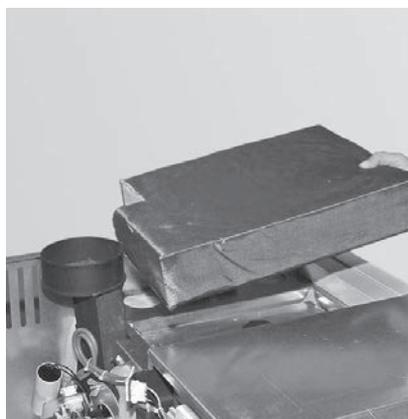

Fig. 34 Rimuovere l'isolamento
- ▶ Togliere l'isolamento dal coperchio delle superfici riscaldanti – Fig. 34.